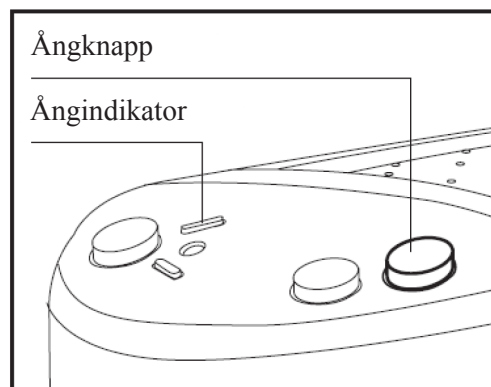

Fig. 14
- Tryck på knappen med symbolen för ånga. Maskinen kommer då att hetta upp vattnet för att skapa ånga (Fig. 14). Vid korrekt temperatur tänds ångindikatorn för att indikera att ånga nu kan erhållas.